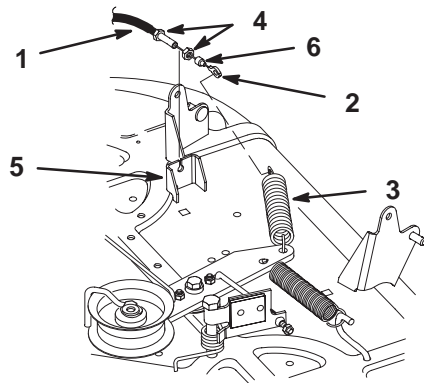

Figure 38
10. Débranchez le ressort de galet tendeur l'anneau à l'extrémité du câble de commande de lame (PdF) (Fig. 38).
12. Glissez le câble hors du support (Fig. 38).